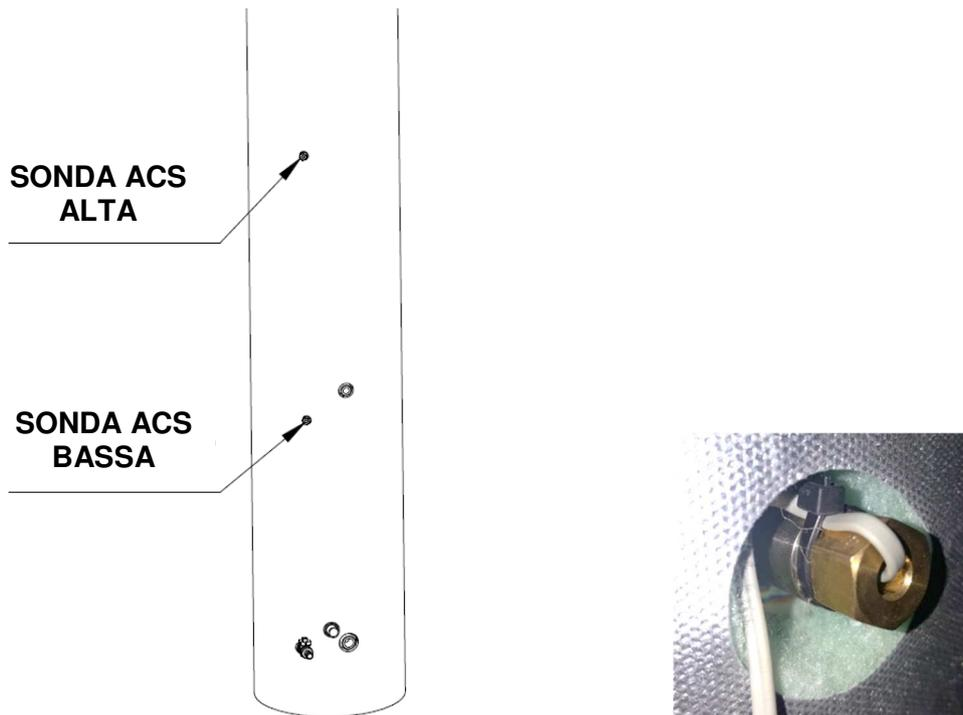

Fig.3_5
**Una volta posizionate, assicurare le sonde al bollitore con delle fascette per evitare che possano essere accidentalmente sfilate (Fig. 3_5).**